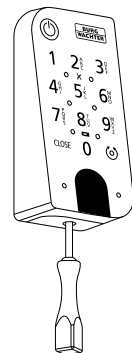

Abb. 7
① Entfernen Sie die Schraube aus der Unterseite der Tastatur mit dem im Lieferumfang enthaltenen Tx8-Schraubendreher (Abb. 7) und ziehen Sie das Batteriefach nach unten heraus (Abb. 8).
② Entnehmen Sie die alten Batterien und entsorgen Sie sie fachgerecht.